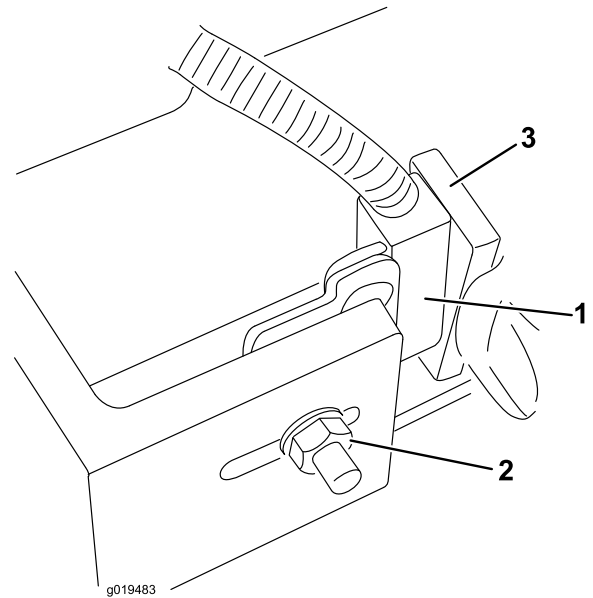

図 87
- 昇降アームのスイッチのブラケットを4番、6番または7番昇降アームに固定しているキャリッジボルトのナット 図 87をゆるめる。